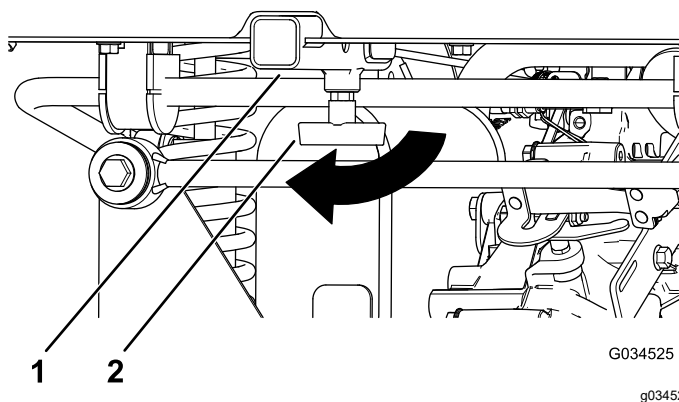

Рисунок 18
- Ослабьте Т-образную рукоятку, повернув ее по часовой стрелке (Рисунок 18).
2. Вставьте вспомогательное приспособление в приемное устройство до совмещения отверстий (Рисунок 18).